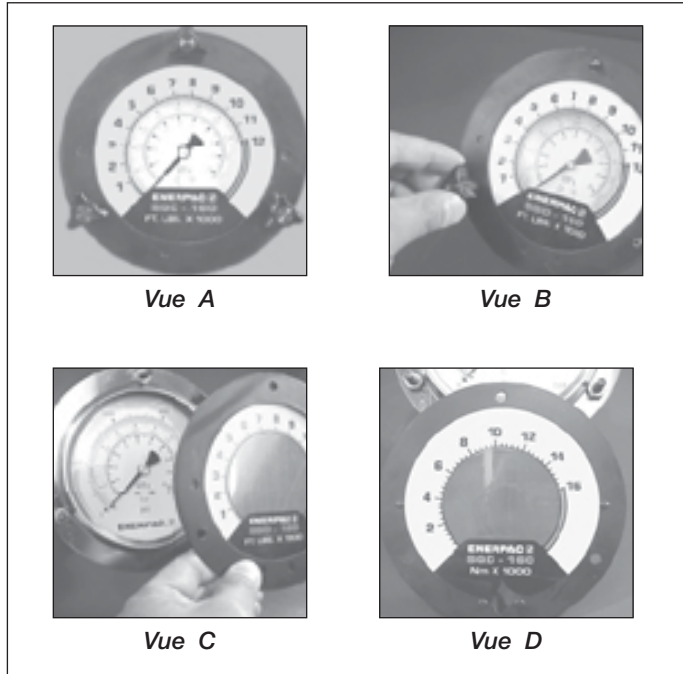

Figure 8, , Installation du recouvrement
La pompe est fournie avec un manomètre à pression installée. À bien plaisir, le recouvrement de couple est fourni avec chaque pompe. Un recouvrement de couple s'adapte sur le cadran du manomètre de pression et convertit facilement les lectures de pression en lectures de couple (Voir fig. 8, Vue A). Le recouvrement affiche les unités impériales (pi-lb) sur un côté et les unités métriques (Nm) sur l'autre côté. Pour changer d'échelles, simplement glisser le recouvrement dessus.
1. Enlever les trois onglets noirs qui retiennent en place la collerette de manomètre avant (voir figure 8, vue B).
2. Enlever la collerette avant et le recouvrement (voir figure 8, Vue C).
avec les coches à l'arrière de la collerette (voir figure 8, Vue D).
4. Tout en tenant le recouvrement derrière la collerette (voir figure 8, Vue C), insérer la collerette dans les goujons de la poignée, repositionner le recouvrement au besoin et serrer manuellement les poignées (voir figure 8, Vue B). La collerette appuiera le recouvrement sur la jauge et la retiendra en place. Consulter les directives de la clé dynamométrique pour connaître la quantité de pression requise pour produire le couple souhaité. Tenir compte que la pression maximum varie selon les clés et les accessoires.